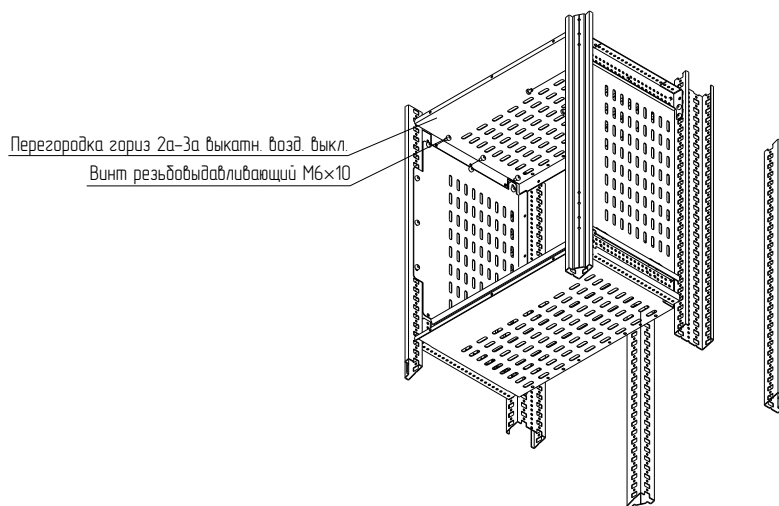

Рисунок 63
4.22.7 Приложить перегородку горизонтальную к верхним отверстиям боковых перегородок и закрепить винтами М6х10 (рисунок 63). Момент затяжки – 7 Н·м.